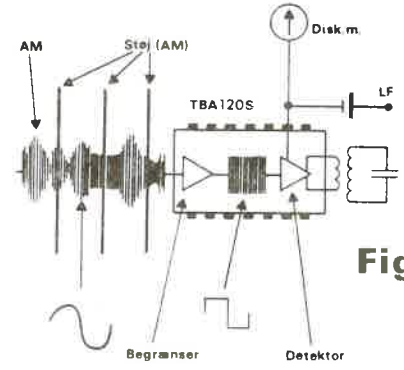

Fig 5A
FM begrænser/detektor kredsløbet skal nu monteres, men først skal vi se lidt på, hvordan et sådant kredsløb fungerer. I MD 5 er der som i mange andre modtagere noget, som hedder en mellemfrekvens (MF). MD 5 har endda hele 2 mellemfrekvenser, hvilket heller ikke er noget særsyn. Disse MF'er vil vi vende tilbage til. En ting skal blot slås fast - hele trin 4 er en del af MF nr. 2 (anden MF). Denne MF arbejder på frekvensen 455 KHz. Lad os først se på begrænser kredsløbet (se fig. 5A) og lad os ved samme lejlighed slå fast, at trin 4 (TBA 120 S) kun skal detektere FM. Alle AM rester (tænd- og kontaktstøj er også AM) skal fjernes effektivt. Dette sørger begrænser kredsløbet i TBA 120 S for.